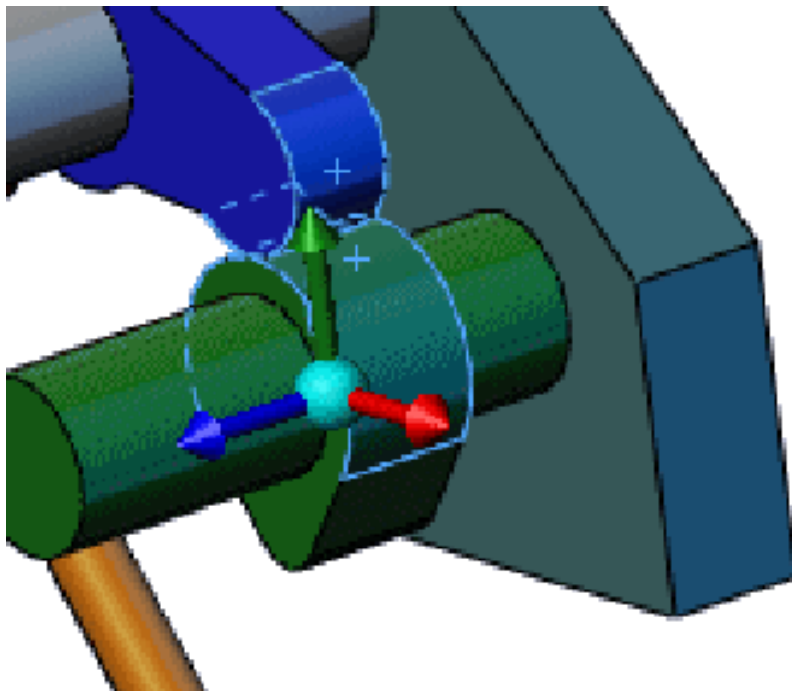

Рис. 5.3. Вибір області контакту шатуна і стержня
- б. Виберіть грань на шатуні і грань на стержні кулачка, де відбувається контакт (рис. 5.3) (графічна область).